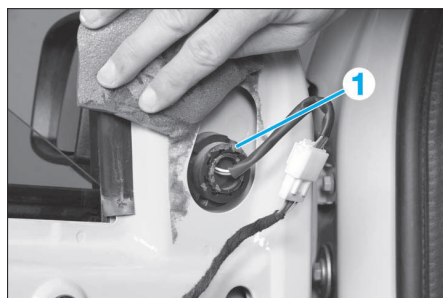

FIG. 88
- A l'aide d'une douille adéquate ou équivalent, déposer l'écrou de fixation (1) (Fig.88) du rétroviseur.